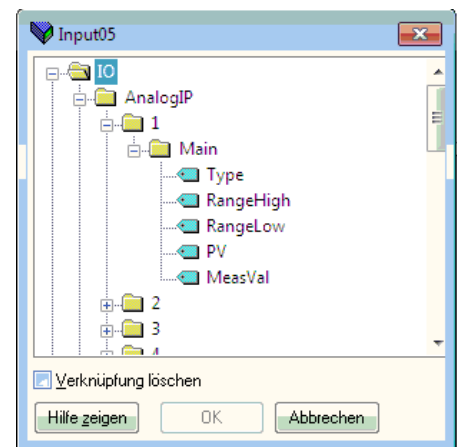

Abbildung 7.5b Browser Fenster
1. Doppelklicken Sie auf die nächste freie Position in der Spalte „Verknüpfung von“ in den Eingangs- oder Ausgangsdaten und wählen Sie dann die gewünschte Variable. Ein Pop-up Fenster (Abbildung 7.5b) liefert Ihnen einen Browser, in dem Sie die Parameterlisten öffnen können.